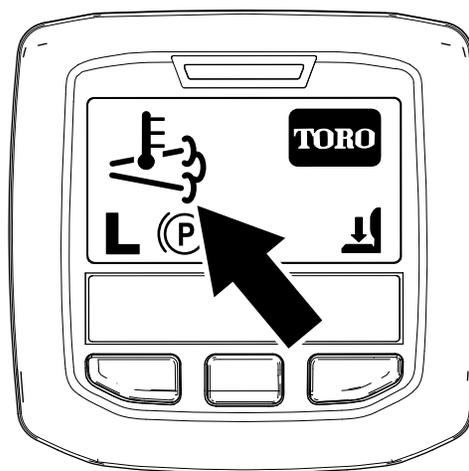

Рисунок 38
- Значок высокой температуры выхлопа отображается на экране инфо-центра (Рисунок 38).